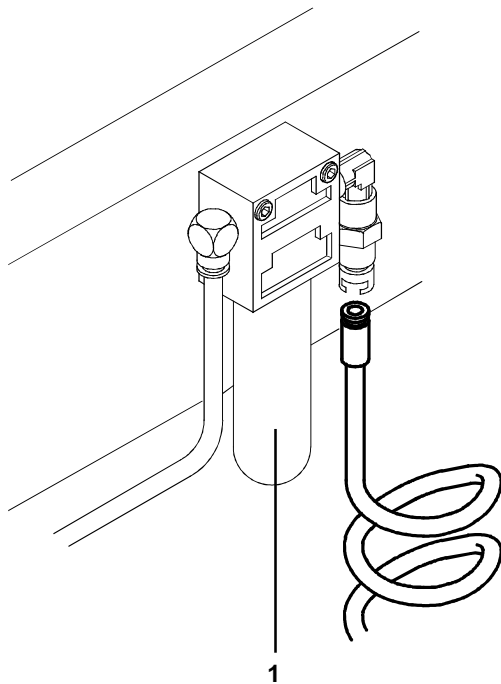

Fig.9
- Effettuare lo spurgo quando il livello della condensa occupa 1/3 della finestra (1 Fig. 9) nella tazza del filtro regolatore.
- Condensate must be drained when its level reaches 1/3 of the sight glass of the regulator filter cup (1 Fig.9).
- Wenn des Kondenswasser ca. 1/3 des Fensters am Behälter des Regelfilters abdeckt (1 Abb. 9), den Ablass vornehmen.
- Réaliser la vidange lorsque le niveau de l'eau de condensation atteint 1/3 du hublot (1 Fig. 9) sur la cuvette du filtre régulateur.
- Purgar cuando el nivel de la condensación ocupa 1/3 del visor (1 Fig. 9) en la taza del filtro regulador.